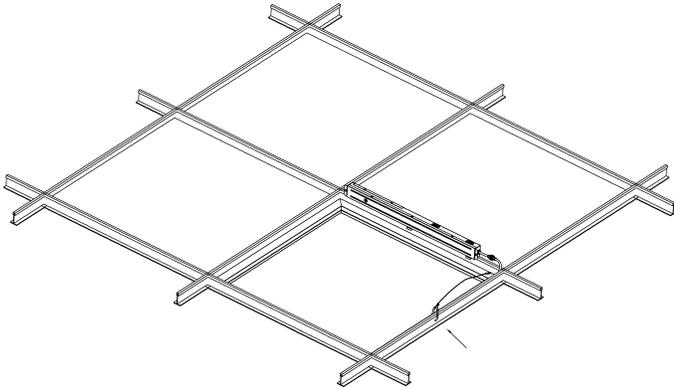

Figure 7
7. Hang the safety rope on the frame of the grid. (see Fig. 7)
7. Accrochez la corde de sécurité au cadre de la grille. (voir Fig. 7)